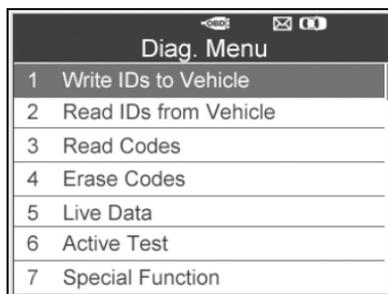

Imagen 4.22
identificadores en el vehículo, y pulse el botón **Y**. (Imagen 4.22)
- 1) Desde el menú de diagnóstico TPMS, utilice el botón de desplazamiento **ARRIBA/ABAJO** para seleccionar **leer identificadores del vehículo**, y pulse el botón **Y**. (Imagen 4.22)
- 1) Desde el menú de diagnóstico TPMS, utilice el botón de desplazamiento **ARRIBA/ABAJO** para seleccionar **leer códigos**, y pulse el botón **Y**. (Imagen 4.22)
- 1) Desde el menú de diagnóstico TPMS, utilice el botón de desplazamiento **ARRIBA/ABAJO** para seleccionar **borrar códigos**, y pulse el botón **Y**. (Imagen 4.22)
- 1) Desde el menú de diagnóstico TPMS, utilice el botón de desplazamiento **ARRIBA/ABAJO** para seleccionar **datos en tiempo real**, y pulse el botón **Y**. (Imagen 4.22)